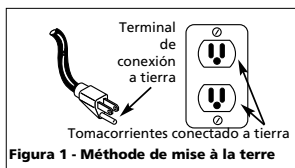

Figura 1 - Méthode de mise à terre
1. Este producto está diseñado para circuitos nominales de 120 voltios y tiene un enchufe para conexión a tierra similar al de la Figura 1. Cerciórese de conectarlo a un tomacorrientes cuya configuración sea similar a la del enchufe. Este producto se debe conectar a tierra. En caso de que ocurra un cortocircuito, ésto evitaría el riesgo de choque eléctrico al ofrecerle un cable de desvío a la corriente eléctrica. Este producto tiene un cordón con un alambre y terminal de conexión a tierra. Debe conectarlo a un tomacorrientes que esté instalado adecuadamente según los códigos y ordenanzas locales.